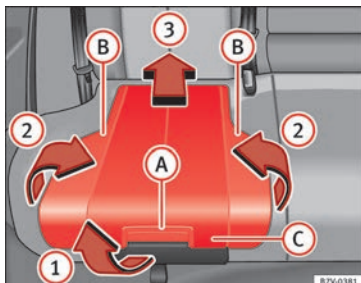

Fig. 94 Siège intégré pour enfants : lever l'assise.
- Tirez le coussin de siège vers l'avant avec le levier de déblocage » **fig. 94 A** dans le sens de la flèche » **fig. 94 1**.
- Pliez vers le haut les deux côtés » **fig. 94 B**, dans le sens de la flèche » **fig. 94 2**.
- Poussez le coussin de siège vers l'arrière » **fig. 94 C** dans le sens de la flèche » **fig. 94 3** jusqu'à ce qu'elle s'encastre.